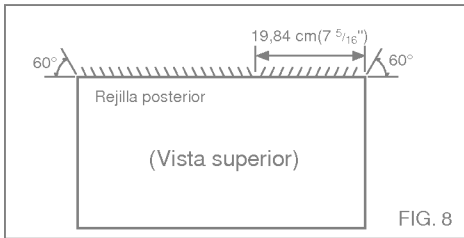

FIG. 8
- Coloque la dirección de la rejilla en la parte posterior del alojamiento de la pared en un ángulo de 60° según se muestra en la FIG 8. Se recomienda el uso de tenazas.